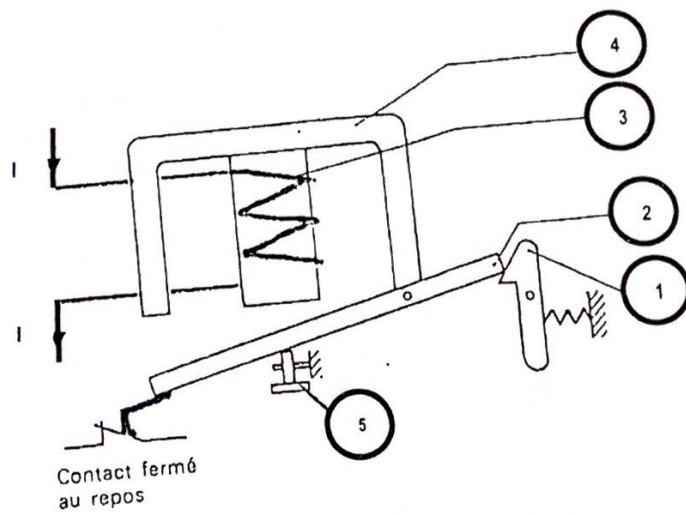

Figure 2
- 3.3.6) La figure 2 de la **page 5/9** représente un organe interne de Q0.